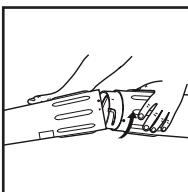

Fig. 07
- 4.** Aline a seta no tubo inferior do aspirador com a seta no tubo superior. As setas devem alinhar-se de modo apropriado para instalar os tubos do aspirador corretamente (Fig. 07). Segure firmemente o tubo inferior do aspirador com as mãos e empurre o tubo inferior para dentro do tubo superior. Gire o tubo inferior no sentido horário até que este se posicione e engate em seu lugar. O ponto no tubo inferior se alinha com o ponto no tubo superior quando esta adequadamente montados.